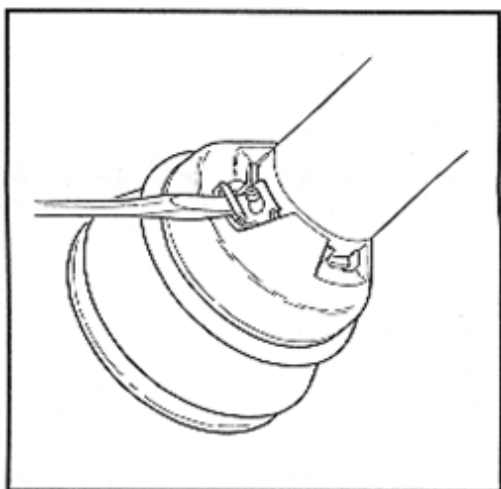

Рисунок 13-2: Удалить вкладку
1. Удалите вкладку EASY LOCK® с отверткой Рисунок 13-2.